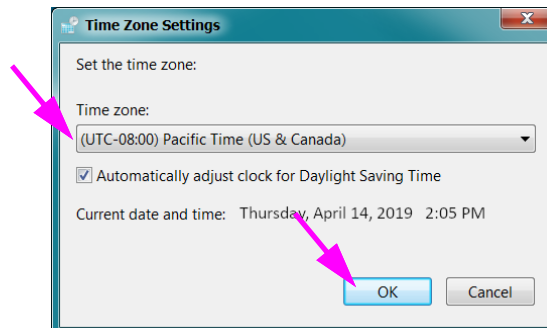

Figura 2-33. Caseta de dialog Setări fus orar
5. Faceți clic pe butonul **Modificare fus orar... (Change Time Zone...)**. Apare caseta de dialog Setări fus orar (Time Zone Settings). Consultați Figura 2-33.